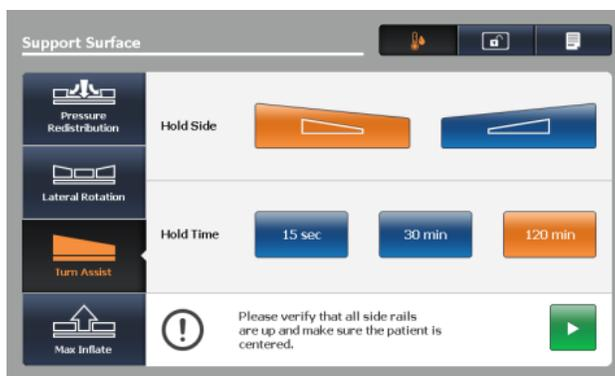

Figure 58 – Écran de retournement assisté
3. Toucher **Turn Assist** (Retournement assisté) (Figure 58).